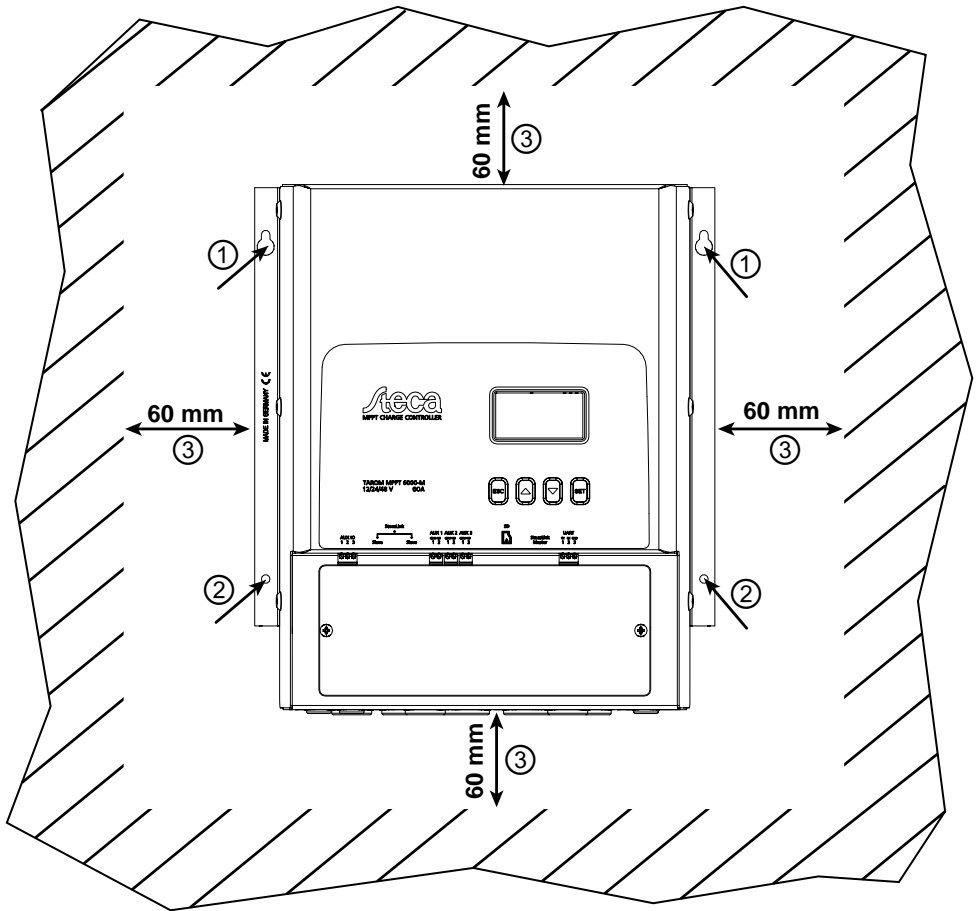

Abb. 5: Befestigungsöffnungen ①/② und Freiräume ③
- Um den Regler ist allseitig ein Freiraum von mindestens 60 mm vorhanden (③ in Abb. 5).
- Nicht durch die Befestigungsöffnungen ①/② (Abb. 5) bohren.
2. ➞ Regler waagerecht an die Montagefläche anlegen und Montagebohrungen durch die Befestigungsöffnungen ①/② in Abb. 5 anzeichnen.